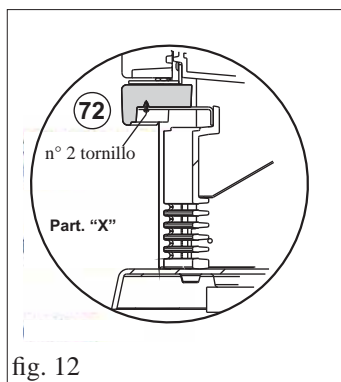

fig. 12
- Posicionar la parte frontal inferior anterior (72) y fijarla con los 2 tornillos M6x12 (utilizando una llave Allen) como se indica en la figura "X" (fig. 12).